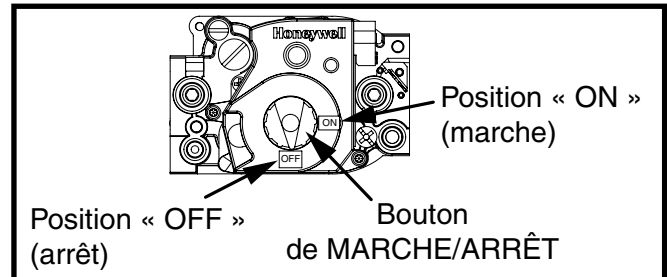

Figure 3. Robinet de gaz Honeywell
2. L'interrupteur (à l'intérieur du compartiment de souffleur) est-il en position de marche (ON)? Voyez la Figure 3 (page 6).
5. Réglez l'interrupteur/le bouton de marche/arrêt du robinet de gaz en position OFF (arrêt). Consultez la Figure 3 ou la Figure 4 pour connaître le type de robinet de gaz et l'emplacement de l'interrupteur/du bouton de marche/arrêt.